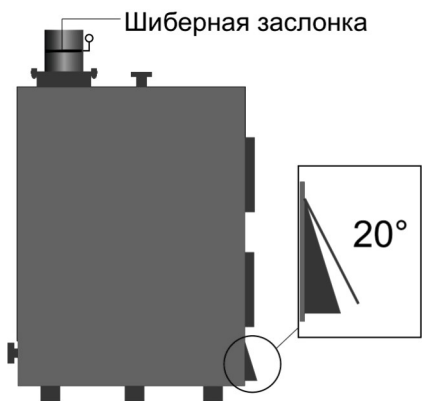
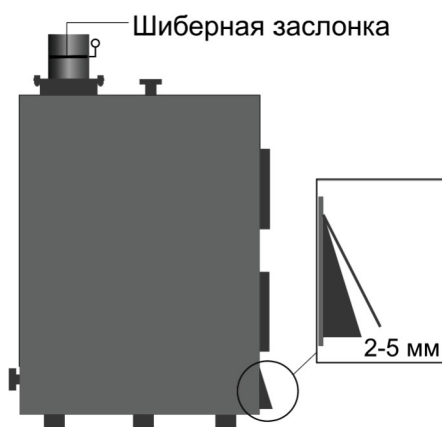

Рисунок 8.
Рисунок 10
- после того, как воздух в отапливаемом помещении нагреется, прикрыть дверцу регулировки подачи воздуха, оставив воздушный зазор примерно — 2-5 мм (рис. 10), закрыть на половину заслонку в дымоотводящем патрубке (если шибер шторный, то выдвинуть его до риски на шторке). Таким образом будет обеспечена правильная работа Котла и соответственно максимально эффективный, экономичный, комфортный режим работы, не требующий дополнительной регулировки до тех пор, пока в топке не останется топлива менее десятой части от полной загрузки;
приоткрыть дверцу регулировки подачи воздуха под 30-45 градусов относительно вертикали (рис. 8) на 5-10 минут, пока не займется дымом, не начнет тлеть вновь заложенное топливо (чем влажнее топливо — тем дольше), после чего необходимо вернуть дверцу регулировки подачи воздуха в положение 2-5 мм зазора (рис. 10);